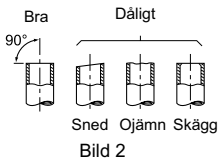

Bild 3
- När dräneringsslangen ansluts till ett hårt vinylkloridrör ska du kontrollera att den förs in ordentligt i röret. (Bild 3)
- Sätt i dräneringspluggen i den sektion där dräneringsslangen skall anslutas på inomhusenhetens baksida. (Bild 3)
- Ta bort allt skägg från de avskurna delarna. (Bild 3)